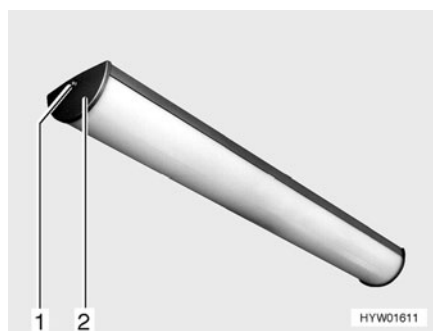

Fig. 252 Lámpara interior
- Extraer el tornillo (Fig. 252,1) y retirar la cubierta (Fig. 252,2).